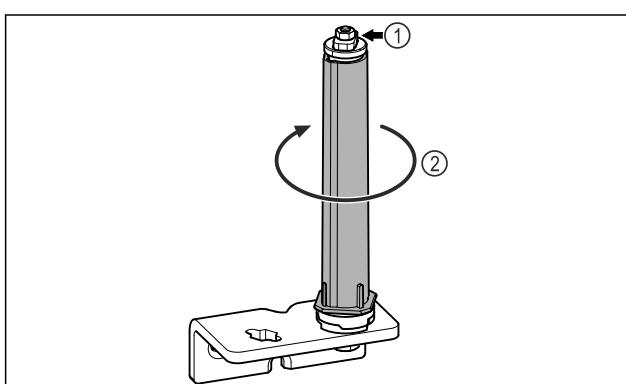

Fig. 16
- Schließsystem Fig. 16 (2) drehen, bis es klickt.
- Türschließsystem Fig. 16 (1) nicht zerlegen.